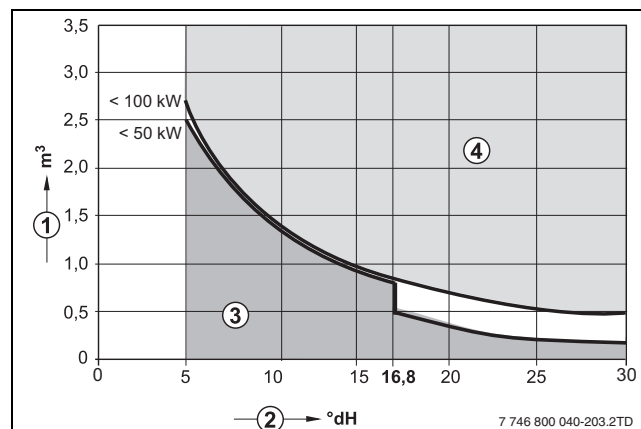

Fig. 7 Requisiti dell'acqua di riempimento per caldaie singole Logamax plus fino a 100 kW
- Utilizzare esclusivamente acqua di rubinetto non trattata (osservare il diagramma in fig. 7). Non è consentito l'impiego di acqua freatica (sotterranea).